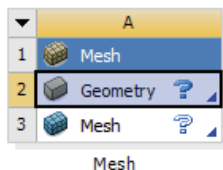

图 4-55 创建项目
2) 双击主界面 Toolbox 工具箱中的 Component Systems > Mesh 选项, 在项目工程图区域内创建项目 A, 如图 4-55 所示。